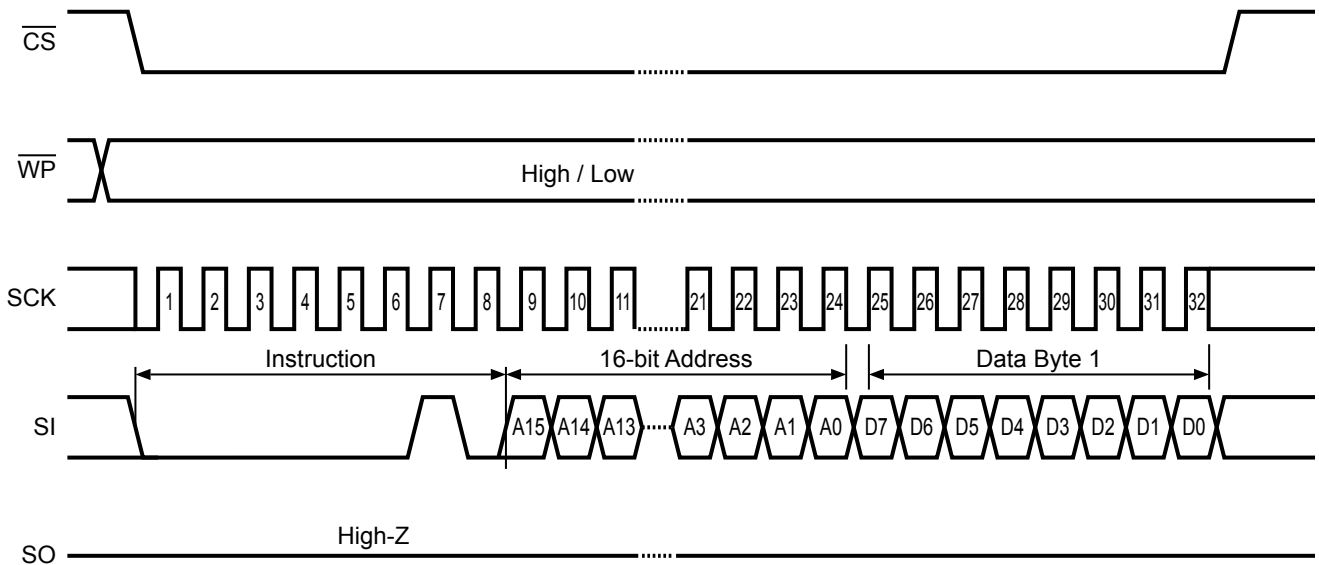

图16 WRITE工作 (1字节)
图16为输入1字节数据时的图示。向芯片选择 (\overline{CS}) 输入“L”后，通过串行数据输入 (SI) 输入指令码、地址、数据。输入数据后或在下一个串行时钟上升输入前将芯片选择 (\overline{CS}) 设为“H”，就可以开始WRITE工作 (t_{PR})，在写入工作结束后，WIP位、WEL位复位为“0”。